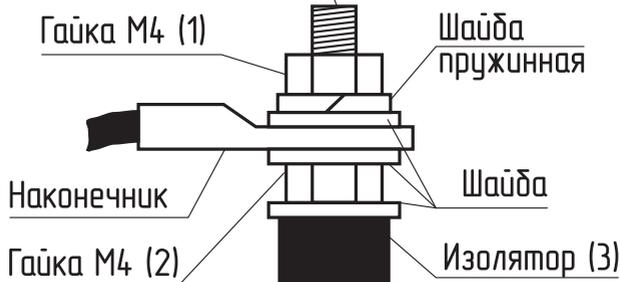

Рис.12 Присоединение проводов к выводам блок ТЭН
- Подключить фазные провода к выводам блок ТЭН согласно **Рис.12**;
- При замене блок ТЭН присоединение фазных проводов к выводам блок ТЭН производить согласно **Рис.12**. Сечение кабеля указано в **таблице 1 и 2**;
- Провод нейтралн «N» подключить на перемычку блока ТЭН (**Рис.12**).